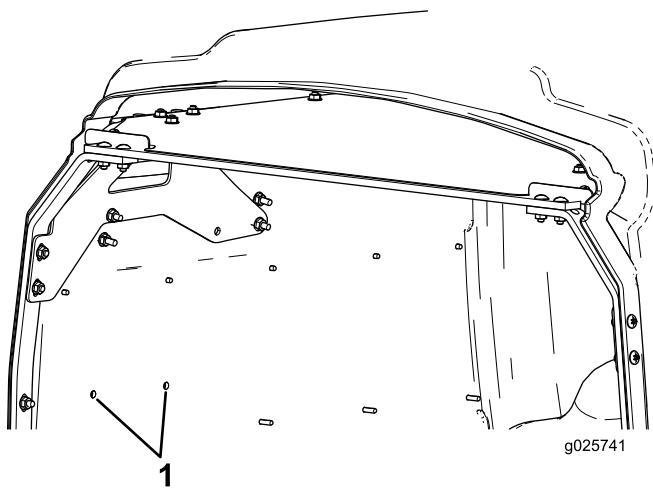
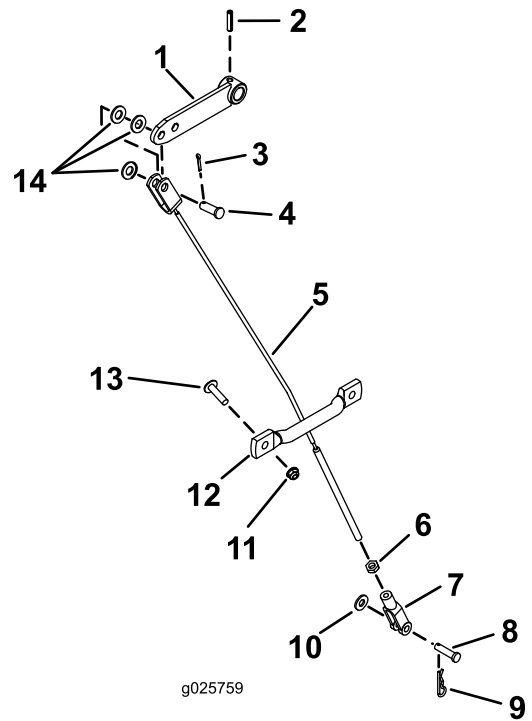
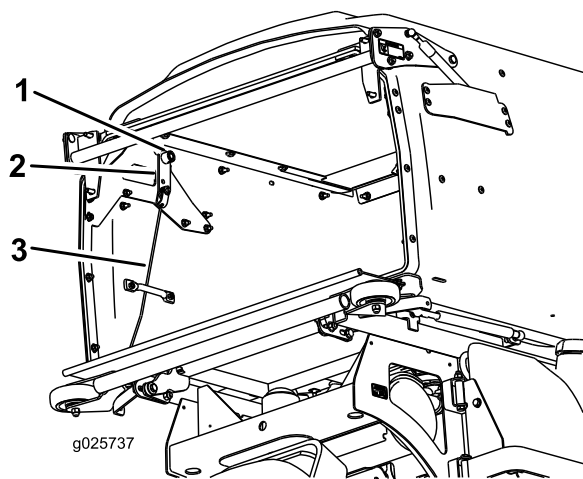
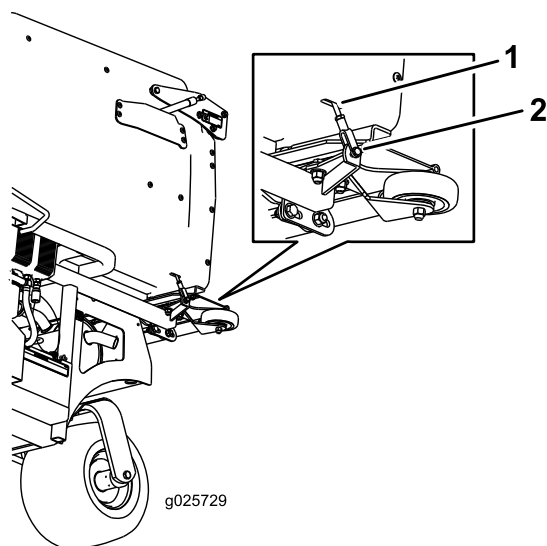

Figure 1
Figure 2
Figure 3
Figure 4
- Si vous avez une machine Toro, utilisez les trous existants dans la trémie pour repérer les nouveaux trous, puis percez les trous dans les plaques latérales au moyen d'un foret (5/16 po) en passant par l'intérieur de la trémie (Figure 1).
4. Avec les vis à tête bombée (1/4 x 1 po) et les écrous à embase dentelée (1/4 po), fixez les guides-câbles sur les côtés gauche et droit de la trémie (Figure 1 et Figure 2).
6. Glissez le bras du volet sur l'axe d'articulation (Figure 3).
7. Insérez la goupille cylindrique (3/16 x 1-1/4 po) dans le bras du volet et l'axe d'articulation (Figure 2).
9. Faites passer les câbles dans les guides-câbles et les fentes au bas de la trémie, comme montré à la Figure 3 et la Figure 4.
10. Attachez les extrémités supérieures des câbles au bras du volet au moyen des rondelles (5/16 po), des 2 axes de chape (5/16 x 1-49/64 po) et des 2 goupilles fendues (3/32 x 1/2 po), comme montré à la Figure 2.
12. Fixez les câbles au cadre au moyen des 2 axes de chape (1/4 x 1 po), des 2 rondelles (1/4 po) et des 2 goupilles fendues (Figure 2 et Figure 4).